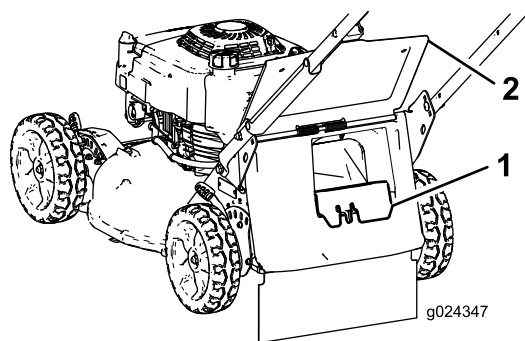

Figura 18
- Se o bujão de descarga traseira não estiver instalado, agarre-o pela pega, eleve a porta traseira e insira-o na calha de descarga traseira até que encaixe no sítio (Figura 18).
1. Porta traseira 3. Entalhe (2)
3. Retire o bujão de descarga traseira empurrando o trinco para baixo com o polegar e retirando o bujão da máquina (Figura 18).